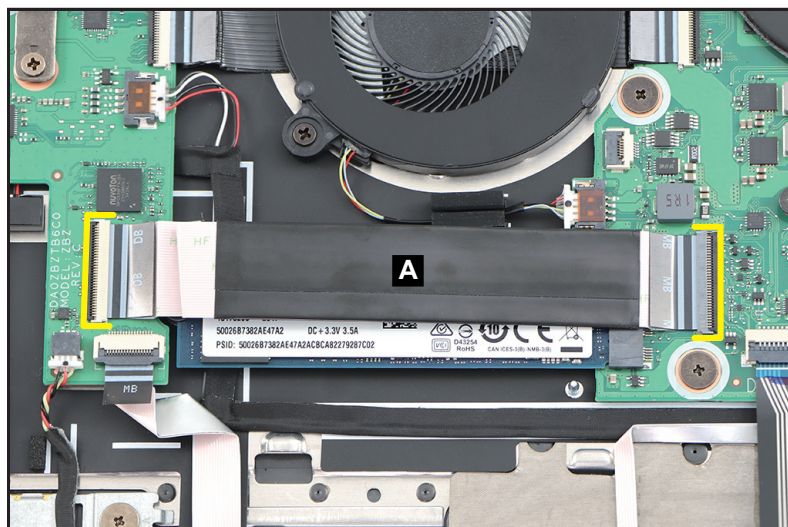

Figure 1-10. Retrait du module SSD
1. Débranchez le circuit imprimé souple 34 broches de la carte USB (A) des connecteurs de la carte USB et de la carte mère (Figure 1-10).